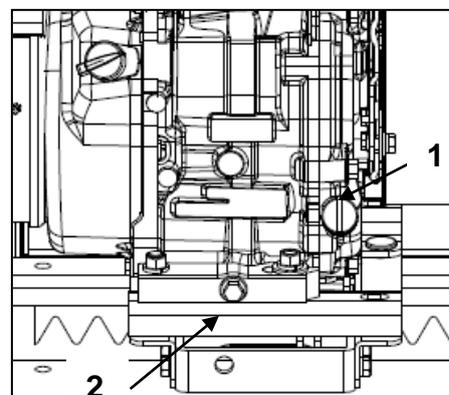

Figura 13
- Consultare il manuale del motore. Controllare il livello dell'olio con il tappo del filtro dell'olio (1, Figura 13) con motore a freddo o spento da almeno 10 minuti e posto su una superficie piana. Svitare il tappo, pulirlo e montarlo senza avvitarlo. Verificare che il livello dell'olio rientri tra le due tacche.
Rimuovere il tappo di scarico dell'olio (2, Figura 13) in caso di sostituzione dell'olio.